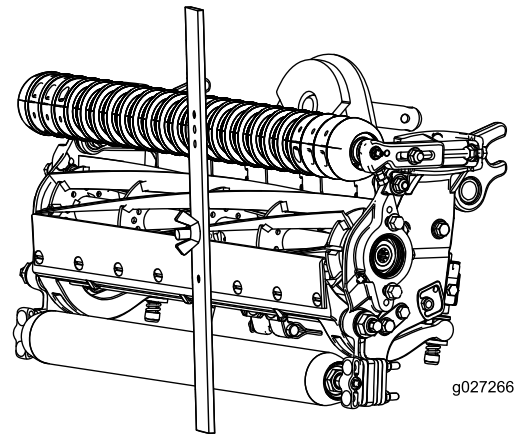

Bild 17
3. Haken Sie den Schraubenkopf an die Schnittkante des Untermessers ein, und stützen Sie das hintere Ende der Leiste auf der Heckrolle ab (Bild 17).
4. Drehen Sie die Einstellschraube, bis die vordere Rolle die Messleiste berührt (Bild 17). Stellen